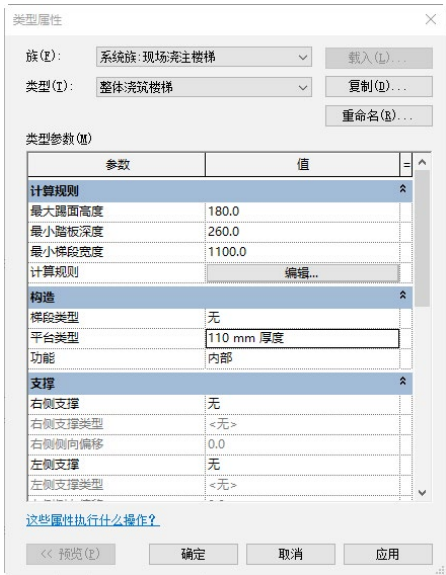

图 12-63 “类型属性”对话框 3
(9) 在“类型属性”对话框 3 中设置“最小踏板深度”为“260.0”，“最小梯段宽度”为“1100.0”，其他采用默认设置，如图 12-63 所示，单击“确定”按钮，完成整体浇注楼梯的设置。